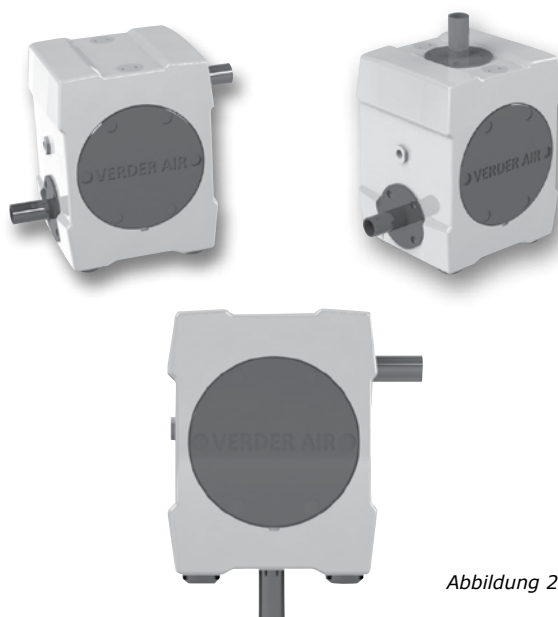

Abbildung 2
1. Bei der VA-P-Serie sind die Zuläufe und Auslässe in den Mittelblock integriert. Es sind immer sowohl horizontale als auch vertikale Anschlussmöglichkeiten vorhanden. VA-P-Pumpen werden standardmäßig mit geöffneten horizontalen und geschlossenen vertikalen Verbindungen geliefert. Sie Abbildung 2.